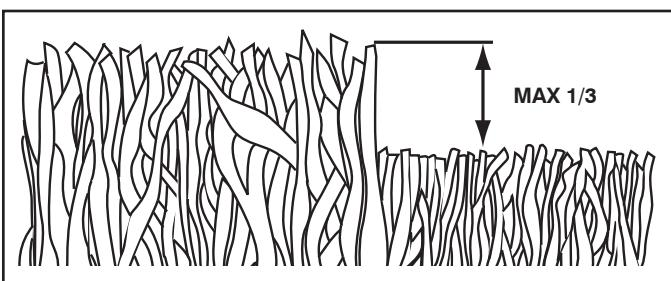

FIG. 11
- Para obtener los mejores resultados, ajuste la altura del corte de la segadora de modo que ésta corte solamente el tercio superior de las hojas de césped. En el caso de que el césped haya crecido demasiado, puede ser necesario elevar la altura del corte para reducir el esfuerzo necesario para empujar la segadora y para evitar sobrecargar el motor, dejando montones de recortes de césped. Para un césped muy pesado, reduzca el ancho del corte pasando por encima del lugar anteriormente cortado y siegue lentamente (Vea Fig. 11).